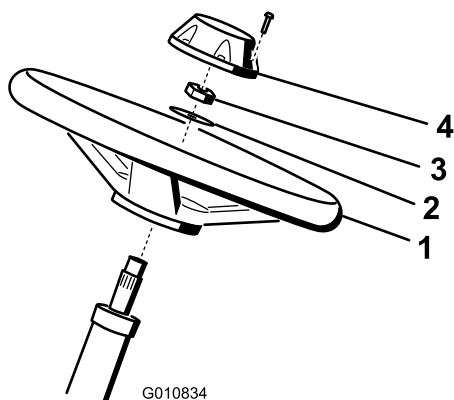

図 5
1. ハンドルをステアリング シャフトにはめ込む（図 5）。
2. ワッシャをステアリング・シャフトにはめ込む（図 5）。
3. ジャムナットでハンドルを固定し、2.8～3.6 kg.mに トルク締めする（図 5）。
4. キャップを取り付け、ねじで固定する（図 5）。